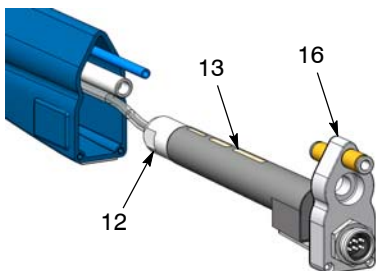

Рис. 27 Извлечение умножителя из корпуса
2. См. рис. 27. Вытянуть из корпуса теплоотвод (16) с закрепленным множителем (13). Продолжать вытягивание до положения, в котором можно будет захватить гайку множителя (12).